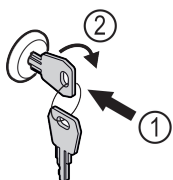

Fig. 192
- Zatlačte kľúč Fig. 192 (1).
- Otočte kľúč o 90° v smere hodinových ručičiek Fig. 192 (2).